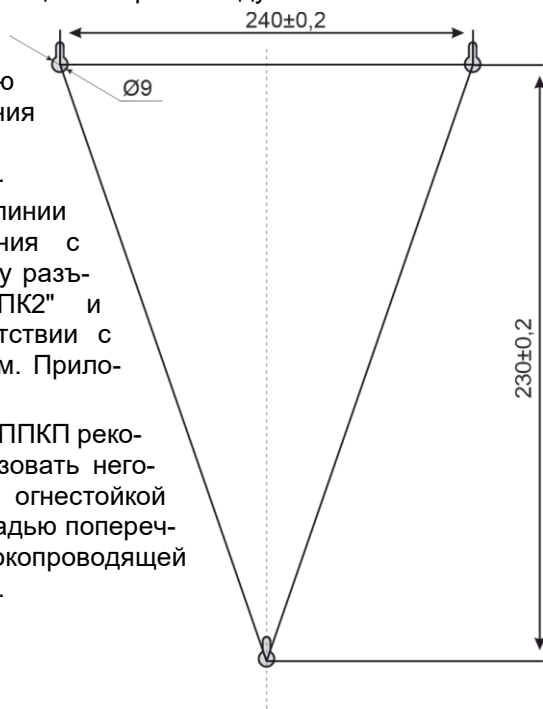

Рисунок 9 Разметка расположения отверстий крепления моноблока (усилителя)
- 12.7 Разъедините транспортную стяжку проводов резервного питания $\pm 24\text{В}$ и подсоедините эти провода к клеммам аккумуляторных батарей строго сохраняя полярность, используя их цветовую маркировку в соответствии с схемой рис. 9.